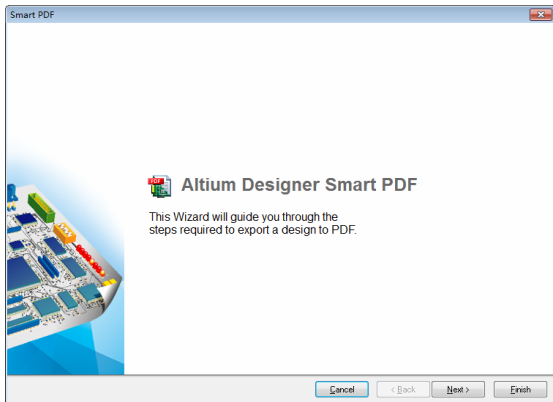

图 16-30 Smart PDF 首页
(1) 打开本例对应的电子资源 Voltage_Meter.PrjPCB 工程，在原理图或者 PCB 编辑环境中执行菜单命令 File » Smart PDF，弹出 Altium Designer Smart PDF 首页，如图 16-30 所示。